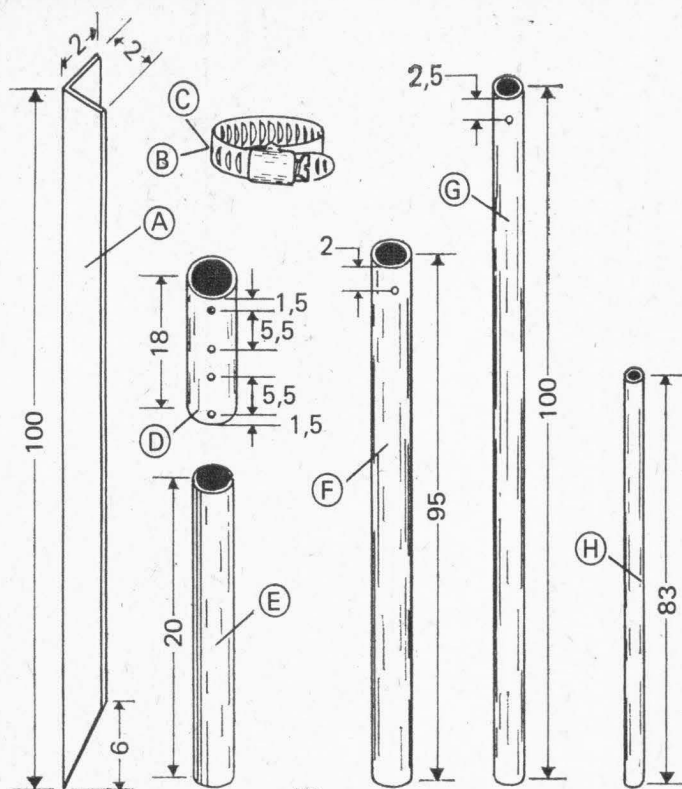

FIG. 2 — As diferentes peças que compõem a antena desmontável (ver lista de material). Dimensões em centímetros.
As diferentes peças podem ser vistas em detalhe na Fig. 2. (A) é um pedaço de cantoneira de ferro galvanizado de cerca de 2 cm de aba, 0,3 cm de espessura, e 100 cm de comprimento. Uma das extremidades da cantoneira deverá ser serrada em ponta como mostra a figura.
Comece pelo tubo (G) de $\frac{1}{2}$ " (12,7 mm). Encaixe nele o tubo (H), de $\frac{3}{8}$ " (9,5 mm), de modo que este fique com uma extensão livre de 78 cm, como assinalado na Fig. 2. Fure, então, o tubo de $\frac{1}{2}$ " (12,7 mm) com o de $\frac{3}{8}$ " (9,5 mm) dentro, usando para isso uma broca de 2 mm. Agora, retire o tubo de $\frac{3}{8}$ " (9,5 mm) e alargue o furo do tubo de $\frac{1}{2}$ " (12,7 mm), com broca de $\frac{1}{8}$ " (3,2 mm). Assim, o parafuso de rosca soberba só rosqueará o tubo de dentro.